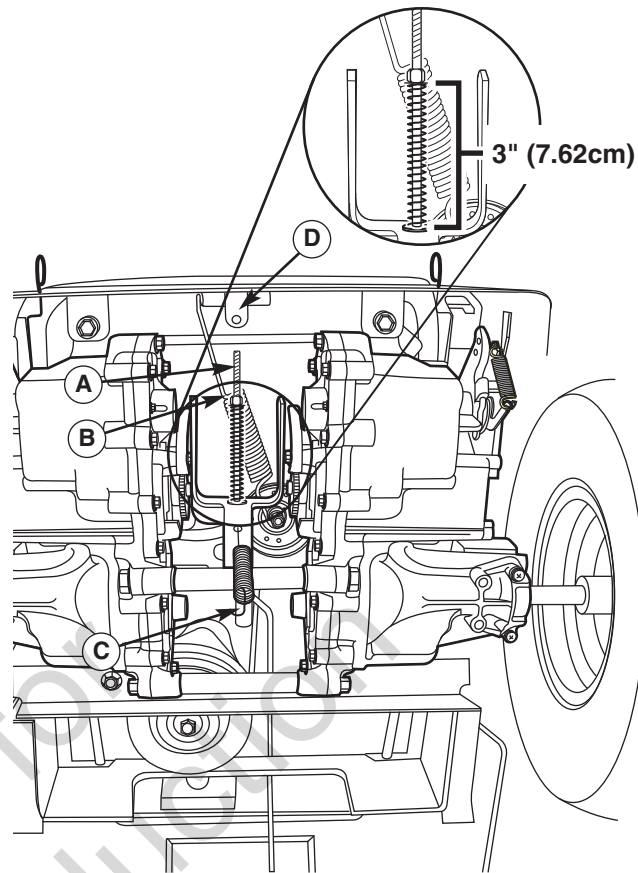

Figura 34. Ajuste del freno
4. Ubique la varilla del freno (A, Figura 34) y la tuerca de ajuste (B).
5. Mida el resorte del freno de mano. Su largo comprimido, con la palanca del freno de mano en la posición ENGAGE (ENGRANAR), debe ser de 8.89 cm (3-1/2"). Ajuste el largo del resorte girando la tuerca de ajuste (B), si fuera necesario.